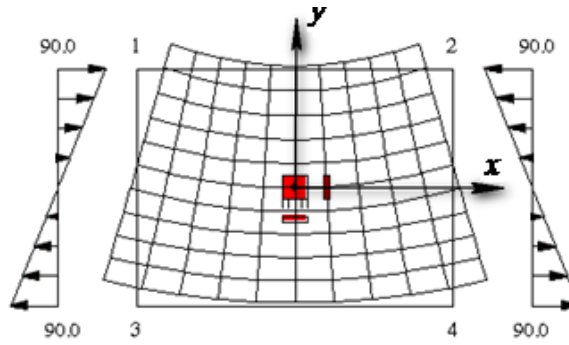

Рис.3.1
3. Напряженно-деформированное состояние пластинки, показанной на рис. 3.1 представляет собой